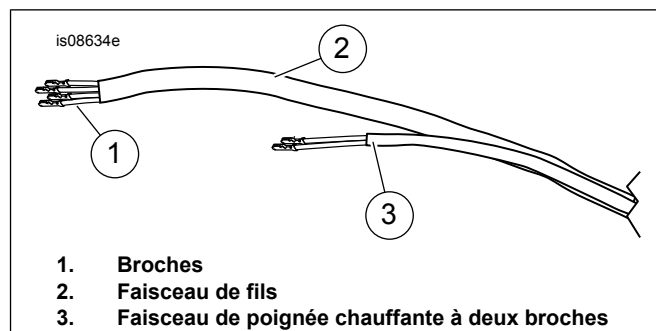

Figure 1. Broches et faisceau de câbles
5. Consultez Figure 1 . Échelonnez les broches (1) de sorte qu'elles ne sont pas dans aux mêmes emplacements le long du faisceau (2). Consultez Figure 2 . Acheminez un cordon adapté (1) à travers le guidon. Attachez le cordon au faisceau de fils. Enveloppez de ruban (2) le faisceau et les broches. Le ruban devrait devenir plus étroit à son extrémité (3) et être flexible afin de l'acheminer plus facilement dans le guidon. Tirez le cordon à travers la barre pour acheminer le faisceau de fils vers le point de sortie appropriée.